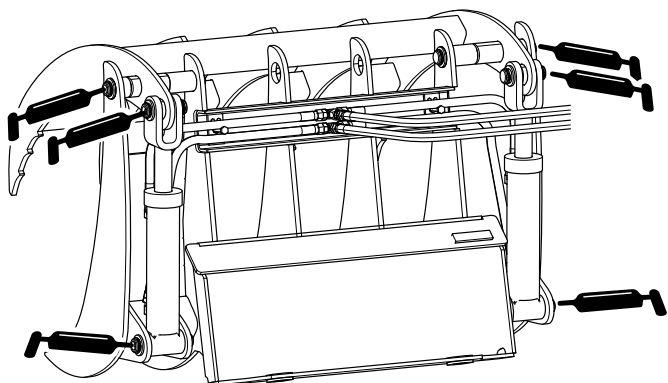

Figura 8
4. Collegate ad ogni raccordo d'ingrassaggio un ingrassatore a pressione (Figura 8).